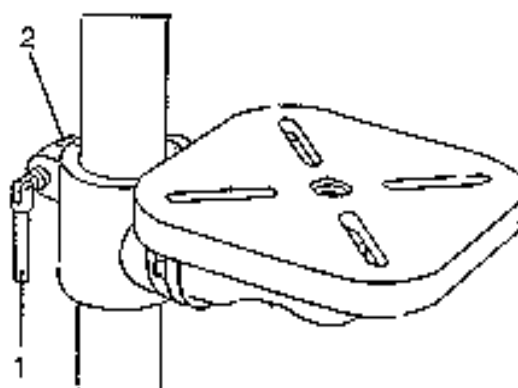

Fig. 8
10. La leva d'arresto della colonna (1) inserite nel braccio di fissaggio della tavola (2) (fig. 8)